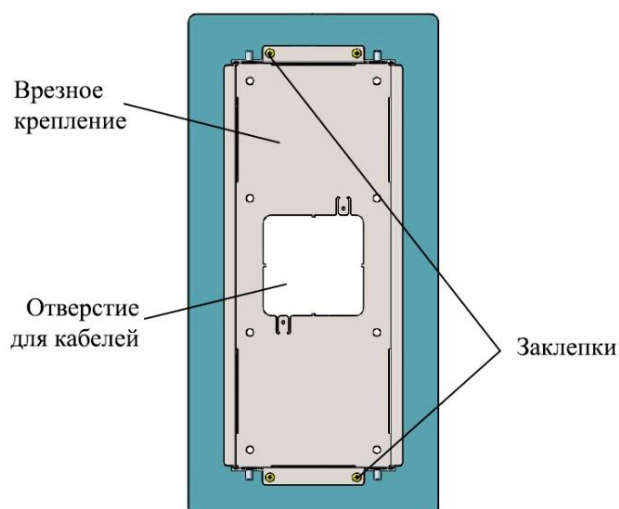

Рисунок 4 – Установка крепления в листовой металл
2.2.3. Просверлить размеченные отверстия диаметром 2,5 мм. Установить крепление на дверное полотно с помощью четырех заклепок через заготовленные отверстия (рисунок 4).